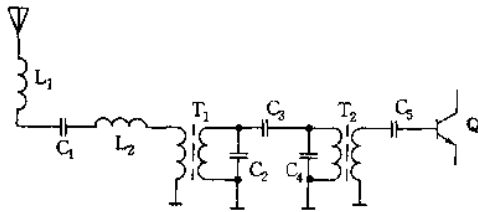
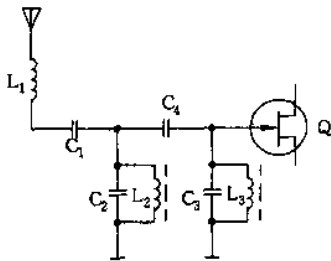

图 2-47
图 2-48
(2) 无绳电话中的输入电路形式主要如图 2-47、图 2-48、图 2-49 和图 2-50 所示。